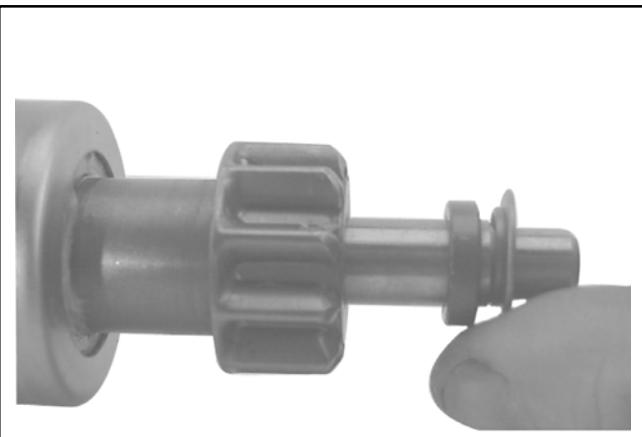

Figura 8-58. Installazione della rondella reggispinga.
3. Installare la rondella reggispinta offset (di arresto) con l'"offset" minore della rondella verso il fermo/collare. Vedere Figura 8-58.